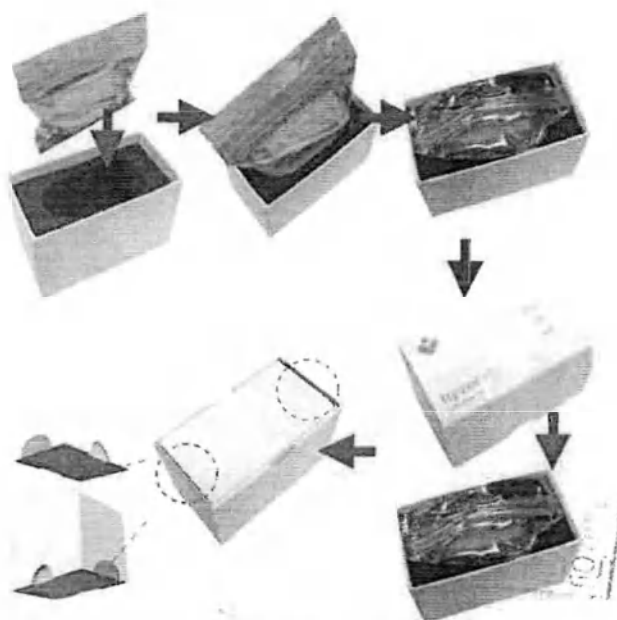

Рисунок 20 – Порядок упаковки картриджа F7-1.5 / F7-3.0 / F7-4.5 в индивидуальную потребительскую упаковку
5.6.5.2 Поместите картридж F7-1.5 / F7-3.0 / F7-4.5 в пакет из антистатического винила и положите пакет в картонную коробку (индивидуальную потребительскую упаковку) с маркировкой соответствующего типа картриджа (F7-1.5 / F7-3.0 / F7-4.5) (рисунок 20).